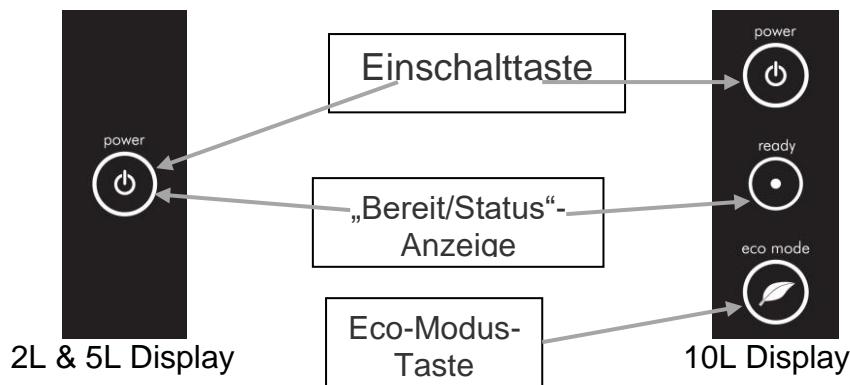

Abbildung 1: Benutzeroberfläche des Geräts
- Stecken Sie den Heißwasserbereiter in eine 13 A-Steckdose ein und drücken Sie die mit „Power“ gekennzeichnete Einschalttaste an der Vorderseite des Geräts. Siehe Abbildung 1.